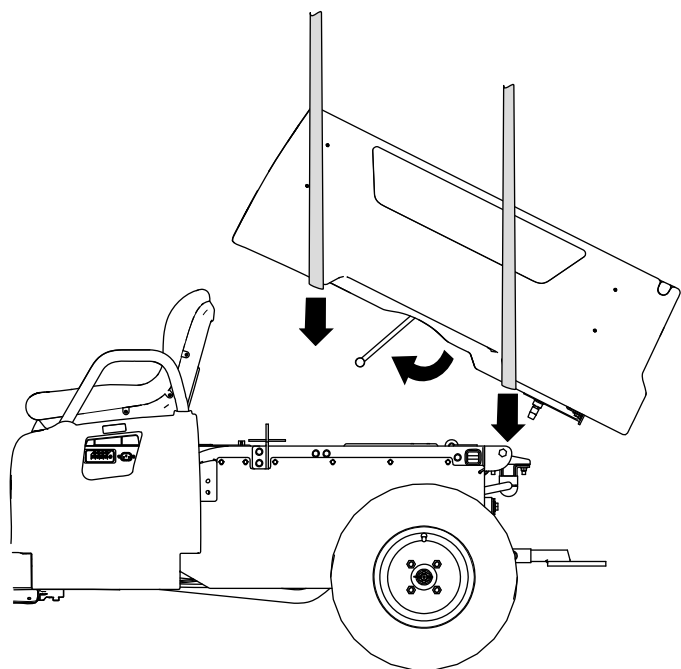

図 4
3. 荷台の前後にホイストなどの昇降装置を使って荷台を吊り上げ、ピボットブラケットアセンブリを後ろ側にむけて、車体に装着できるように位置合わせを行う 図 4。